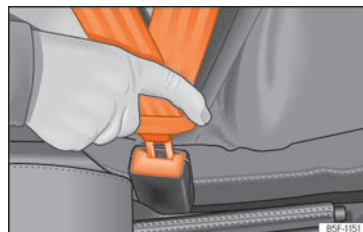

Fig. 10 Insérer la languette de la ceinture de sécurité dans son boîtier de verrouillage.
- Le pêne doit être encastré dans le boîtier de verrouillage du siège auquel il est destiné » » » fig. 10.